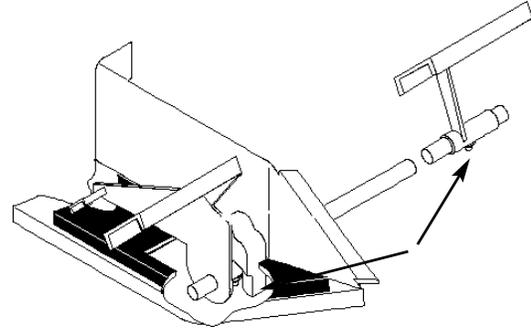

Figure 24
3. Sur les modèles hydrostatiques, graisser la pédale de commande de déplacement (ou les pédales de frein et d'embrayage sur les modèles à boîte de vitesses) au point d'articulation sur l'arbre de montage (Fig. 24).